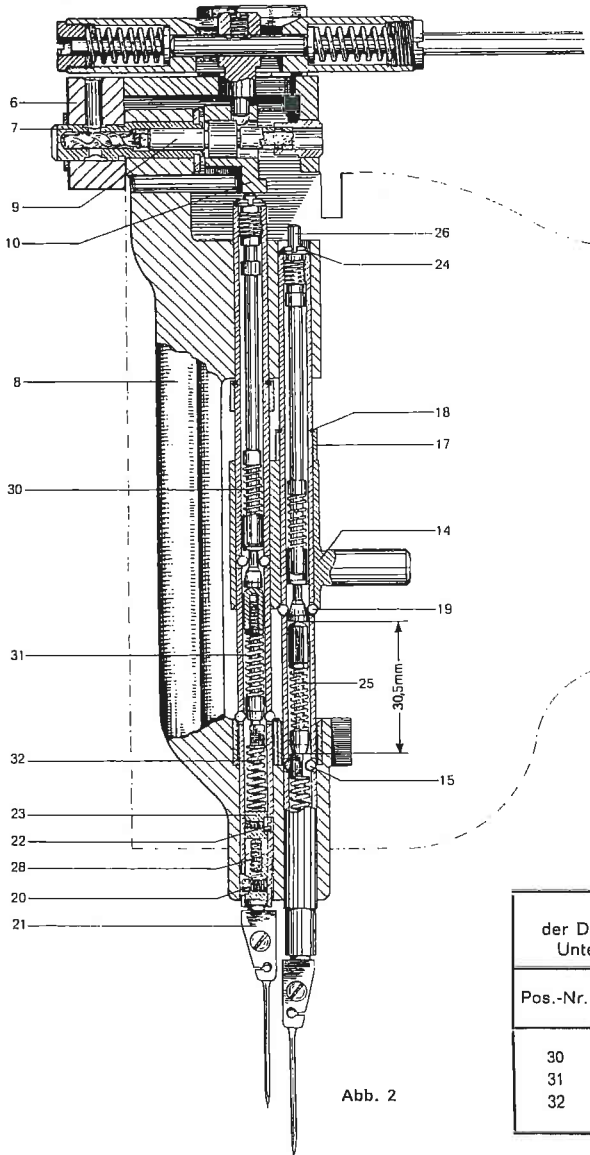
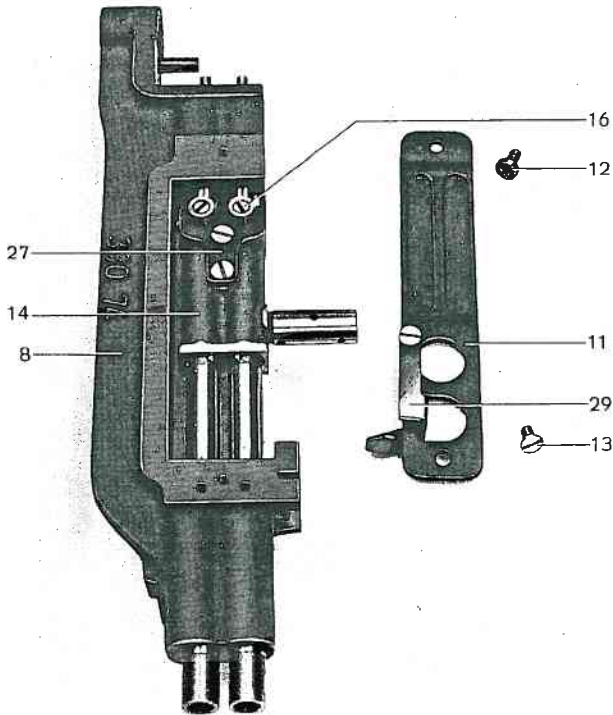

Abb. 2
Abb. 3
4. Lagerplatte 6 mit Lagerbolzen 7, Nadelstangenkulissee 8, Führungsbolzen 9 und Kloben 10 (Abb. 2) nach links herausziehen (s. Anmerkung Seite 10).
5. Führungsschiene 11 nach Herausschrauben der Schrauben 12 und 13 (Abb. 3) entfernen.
Kloben 10 über die betreffende Nadelstange stellen und Kreuzkopf 14 nach oben schieben, bis die drei unteren Kugeln 15 (Abb. 2) hörbar einrasten.
8. Sicherungsschraube 16 (Abb. 3) des Klemmringes 17 (Abb. 2) entfernen, die unter dieser Sicherungsschraube befindliche Befestigungsschraube lösen und das unter dieser Befestigungsschraube liegende kupferne Druckstück herausnehmen.
2. Teile der unteren Kupplungsstange 25 gemäß Abbildung 2 vormontieren, dabei beachten, daß das Maß 30,5 mm eingehalten wird.
3. Kupplungsstangen mit Federn gemäß Abbildung 2 in die Nadelstange einsetzen. Es ist zu beachten, daß der stärkere Ansatz der Kupplungsstange 26 nach oben zeigt.
Die Federn haben unterschiedliche Längen, die in der Tabelle (Abb. 2) angegeben sind. Dieses ist bei der Montage zu beachten.
2. Kreuzkopf 14 und Klemmring 17 gemäß Abbildung 2 auf die Nadelstange stecken. Dabei muß die dünne Wand des Klemmrings zur anderen Nadelstange, also nach innen zeigen.
a) die Rundung des unter der Befestigungsschraube liegenden Druckstückes aus Kupfer richtig an der Nadelstange liegt und die eigentliche Befestigungsschraube durch eine darüberliegende Schraube 16 (Abb. 3) gesichert werden muß.
13. Kloben 10, Führungsbolzen 9, Nadelstangenkulissee 8, Lagerbolzen 7 und Lagerplatte 6 wie in Abbildung 2 dargestellt einbauen.
15. Durch Verdrehen des exzentrischen Lagerbolzens 7 (Abb. 2) die Nadelstangenkulissee so zu den Nadelstangen einstellen, daß die Klemmringe 17 nicht unter die Kulissee stoßen!
Zum Einstellen der Nadelhöhe zum Greifer muß die Schraube 20 (Abb. 2) herausgeschraubt werden.
Eine am unteren Ende der Führungsschiene 11 befindliche Sicherung 29 (Abb. 3) verhindert es, daß bei ausgebauter Nadelstangenkulisser und einer entkuppelten Nadelstange der Kreuzkopf 14 zu tief geschoben werden kann und die oberen Kugeln 19 versehentlich herauspringen können.